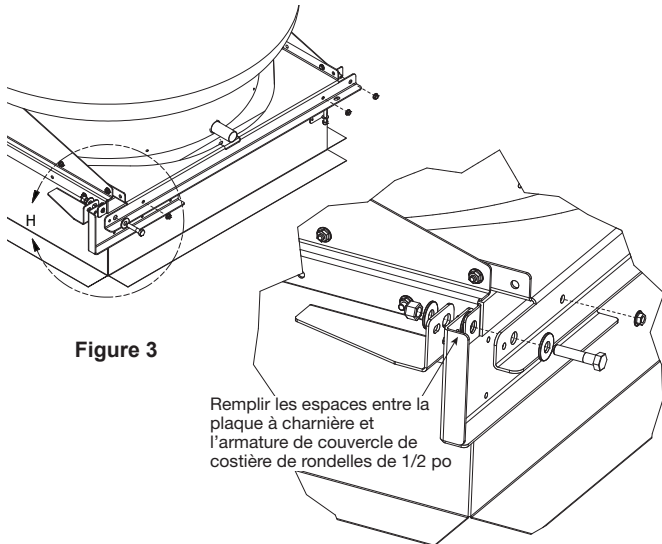

Figure 3
- Placer une rondelle supplémentaire sur l'intérieur du support de charnière inférieur. Voir la Figure 3. Lorsque la vis de 1/2 po semble bouger facilement dedans et en dehors de son trou, fixer la plaque à charnière sur la costière à l'aide de six vis autoperceuses dans les six trous de 1/4 po sur la plaque. Répéter cette étape pour l'autre côté charnière.